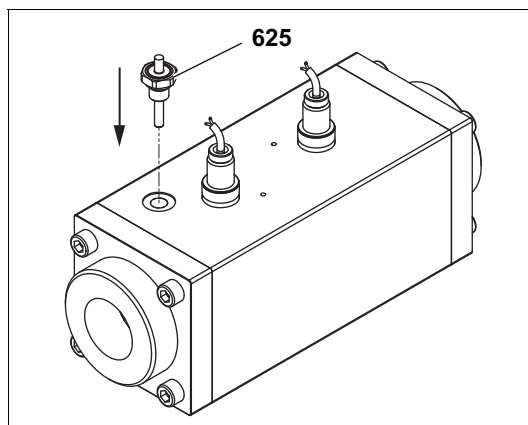

Fig. 4 Montaje del EET en OME 52
4. Enrosque el sensor hasta el tope en el orificio del sensor, véase Fig. 4, página 13, máximo par de apriete 30 Nm.